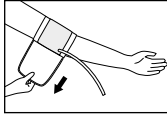
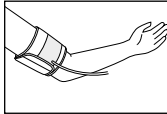

Figure 2
Figure 3
- Resserrez le brassard par l'extrémité (Figure 2) et refermez la fermeture velcro (Figure 3).